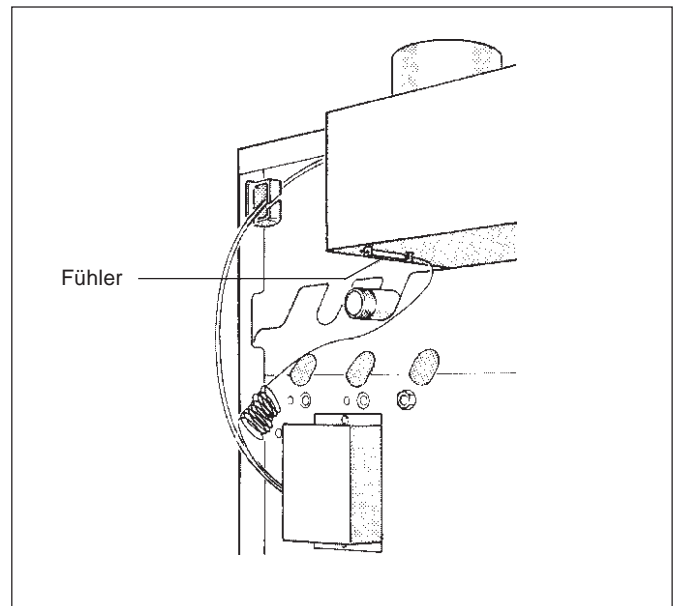

Abb. 25: Fühler Abgasüberwachung
- Abgastemperaturfühler von der Strömungssicherung abschrauben (Abb. 25).